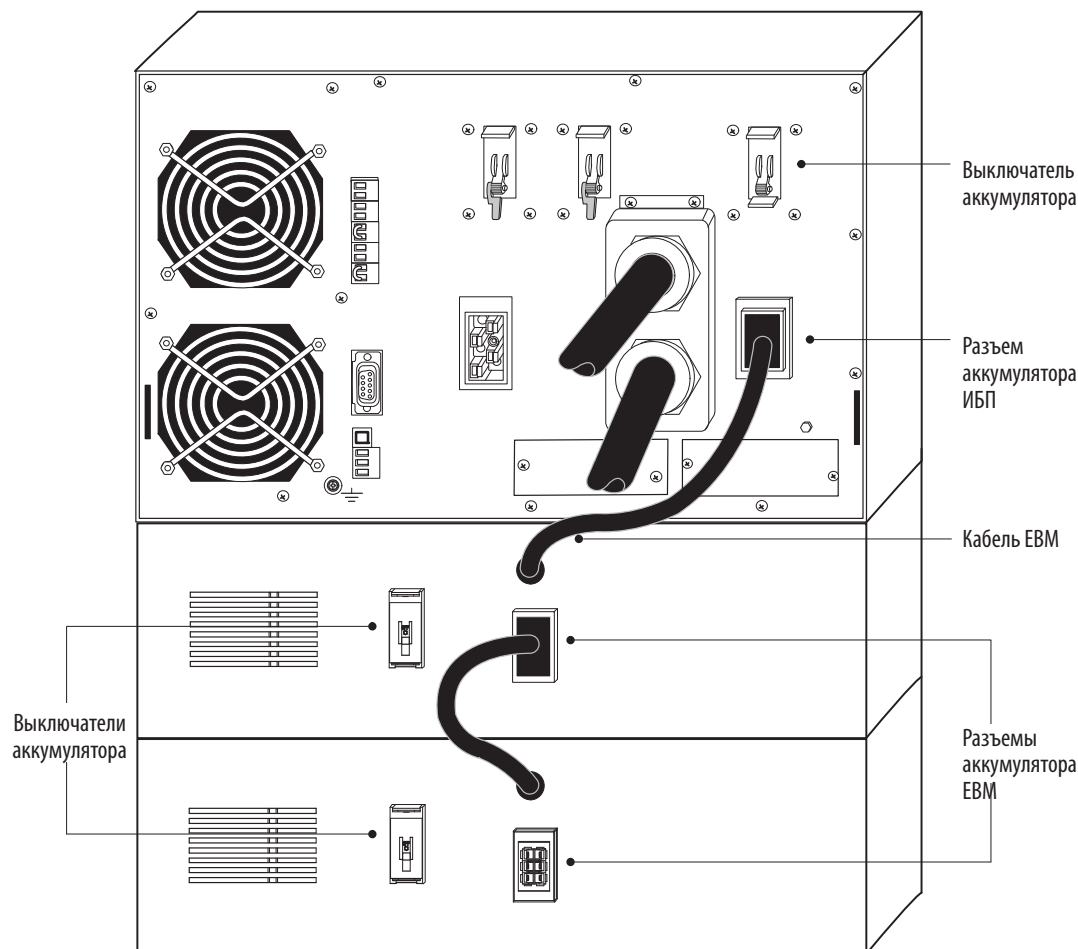

Рисунок 29. Типовая установка EBM
1. Убедитесь, что все выключатели аккумуляторов находятся в положении OFF (O) (см. рисунок 29).